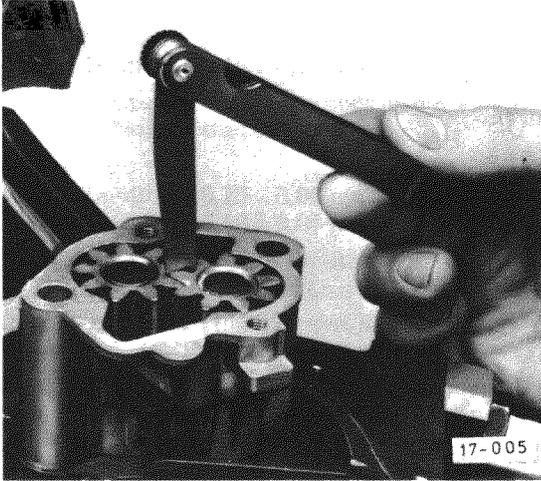

Abb. 1 Ölpumpe, Zahnflankenspiel prüfen
- Kühlsystem – Dichtheit prüfen – Abb. 1
Kühlsystem – Dichtheit prüfen – Abb. 1